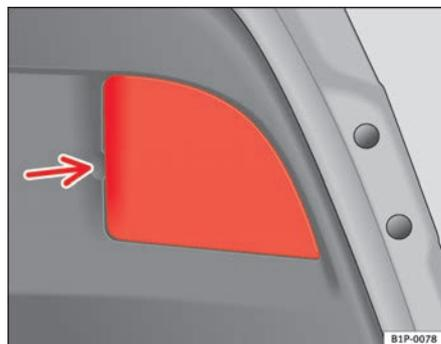

Fig. 171 Luci sul portellone
- Rimuovere il coperchio esercitando una trazione. Vedere freccia ⇒ fig. 171.